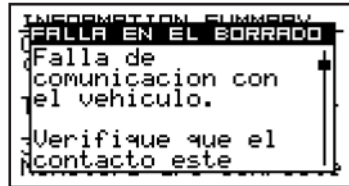

Fig.43
4. Una vez borrados los códigos, aparecerá la pantalla inicial con la imagen del cable. Si no fue posible borrar los códigos, aparecerá un mensaje de error (Fig.43).